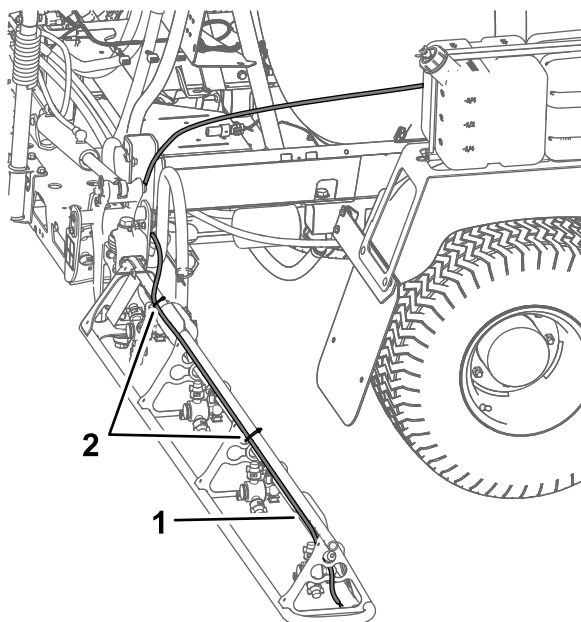

Figura 13
- A. Na rampa direita, instale o tubo de espuma ao longo do lado traseiro do polo do suporte superior (**Figura 13**).